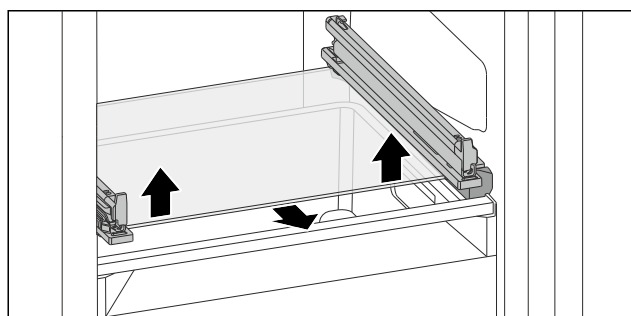

Fig. 177 Стеклянная пластина откидного выдвижного ящика
- ▶ Нажмите на стеклянную пластину снизу вверх с обеих сторон. (см. Fig. 177)